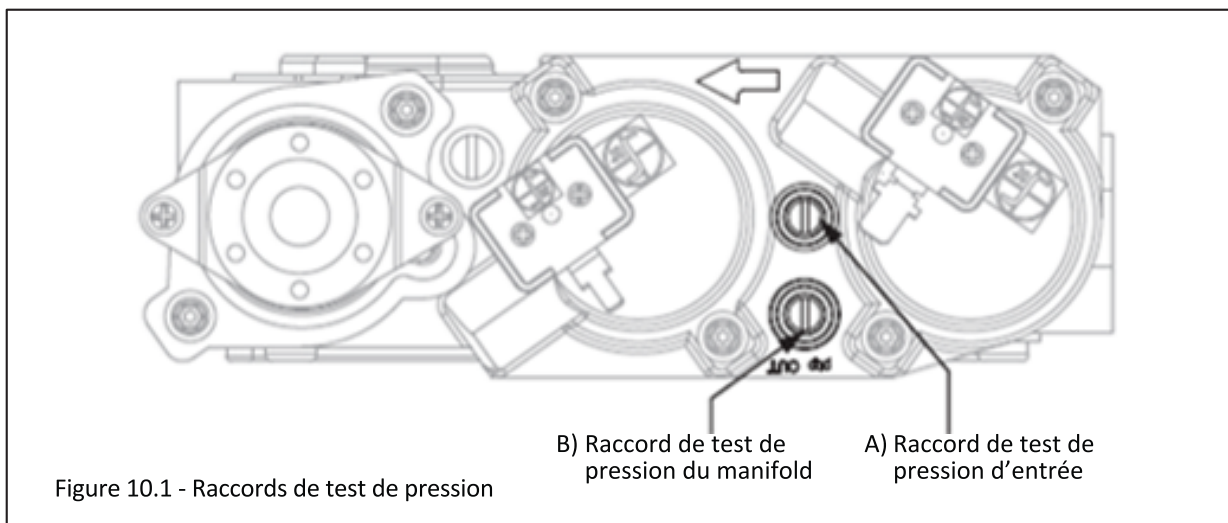

Figure 10.1 - Raccords de test de pression
1. Desserrez (sens antihoraire) la vis du raccord de test de pression d'entrée (IN). Voir (A) à la Figure 10.1.
5. Débranchez le tube avec manomètre et serrez (sens horaire) la vis du raccord de test de pression d'entrée (IN). La vis doit être serrée juste assez; ne la serrez pas trop.
6. Rallumez la veilleuse et le brûleur. Ensuite, rebranchez le manomètre au raccord de test de pression d'entrée (A) pour vérifier que ce raccord est complètement étanche. Le manomètre ne doit indiquer aucune pression.
1. Allumez la veilleuse. Desserrez (sens antihoraire) la vis du raccord de test de pression du manifold (OUT). Voir (B) à la Figure 10.1.
6. Branchez le manomètre au raccord de test de pression du manifold (B) pour vérifier qu'il est complètement étanche. Le manomètre ne doit indiquer aucune pression lorsque la veilleuse et le brûleur sont allumés.